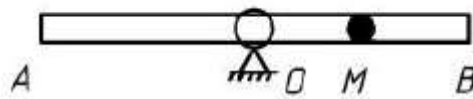

Рис. 2.1
1. Трубка AB вращается вокруг оси O , перпендикулярной к ней, с постоянной угловой скоростью $\omega=4\pi$ рад/сек. Внутри трубки колеблется шарик по закону $s=OM=2 \sin(\pi t)$, (s – в см, t – в сек) (рис. 2.1). В моменты $t_1 = 1/6$ сек и $t_2= 5/3$ сек определить: 1) абсолютную скорость шарика; 2) его абсолютное ускорение